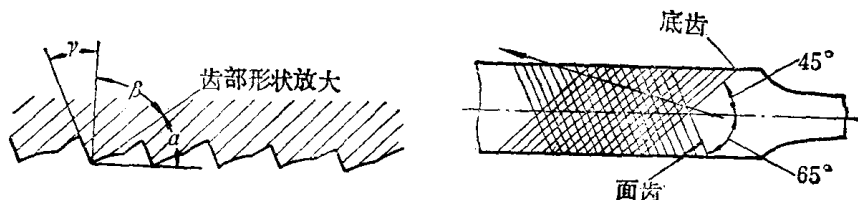

图2.15 双齿纹锉刀锉齿的排列
② 按齿纹分,锉刀可分为单齿纹和双齿纹。单齿纹锉刀的齿纹只有一个方向,与锉刀中心线成 70° 角。一般用于锉削软金属,如铝、锡等。双齿纹锉刀的齿纹有两个互相交错的排列方向,见图2.15。浅的齿纹是底齿纹,制成 45° 角;深的齿纹是面齿纹,制成 65° 角。由于底齿纹和面齿纹的角度不同,锉削时锉痕不会重迭,锉出的表面就光滑。双齿纹锉刀锉削时